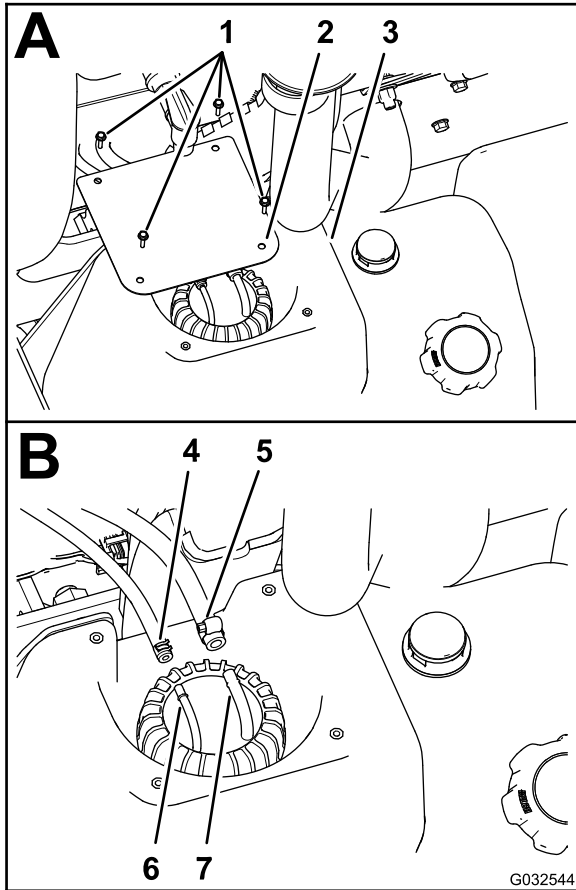

Figura 78
2. En el depósito de combustible, retire los 4 tornillos (Nº 10 x ¾") que sujetan la tapa a la parte superior del depósito de combustible, y retire la tapa (Figura 78, A).
3. Afloje las abrazaderas que sujetan las 2 mangueras de combustible a los 2 acoplamientos de manguera, en la parte superior del conjunto de tuberías de combustible (Figura 78, B).
de la manguera en un recipiente de combustible homologado (Figura 78, B).
4. Monte la manguera de combustible de 6,4 mm sobre el acoplamiento de manguera de 6,4 mm, y sujete la manguera al acoplamiento con la abrazadera (Figura 78, B).
5. Monte la manguera de combustible de 8 mm sobre el acoplamiento de manguera de 8 mm, y sujete la manguera al acoplamiento con la abrazadera (Figura 78, B).
6. Monte la tapa en el depósito (Figura 78, A) con los 4 tornillos (Nº 10 x ¾") que retiró en el paso 2 de Retirada del filtro de combustible del depósito (página 64).